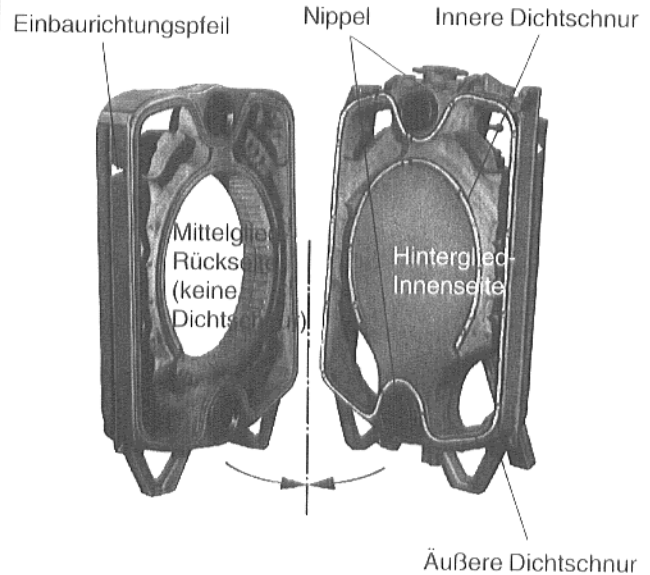

Abb. 8
- Ist beim Einschlagen am Nippel ein Grad entstanden, dann diesen sofort entfernen (Abb. 8).
- **Elastische Dichtschnur** auf der Hinterglied-Innenseite in die innere und äußere Dichtnut einlegen und leicht andrücken. Mit dem Einlegen der äußeren Dichtschnur links oder rechts von der oberen Kesselnabe beginnen (Abb. 8 u. 10). Die Dichtschnur ist mit einem Messer oder einer Schere zu schneiden. Die beiden Enden der Dichtschnur müssen gut aneinanderstoßen.